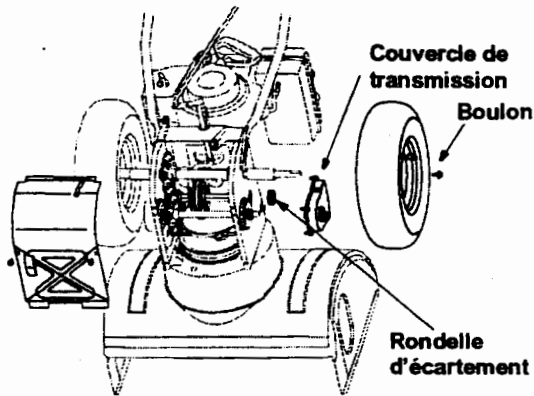

Figure 22
- Retirez les quatre vis qui maintiennent le couvercle de la transmission sur le châssis et dégagez-le du côté du châssis. Voir la Figure 22.